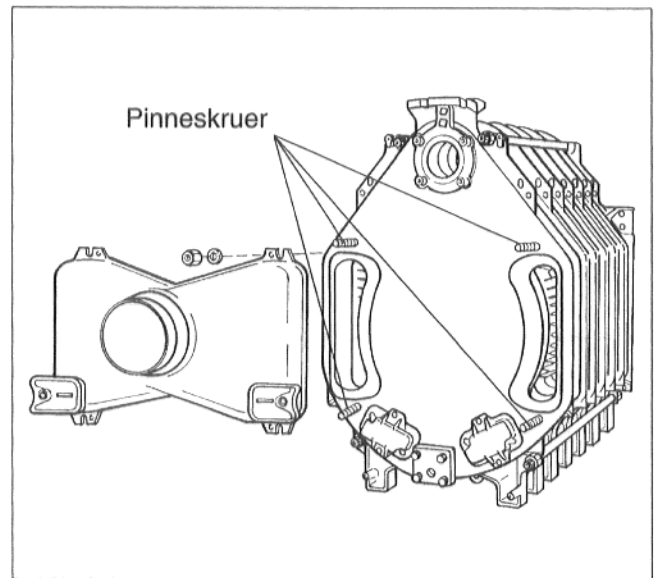

Fig. 17
- Røkgassamleren settes inn på panneskruene på kjelens bakelementet, som vist på fig. 17. Røkgassamleren skrues fast på panneskruene med underlagsskiver og muttere.